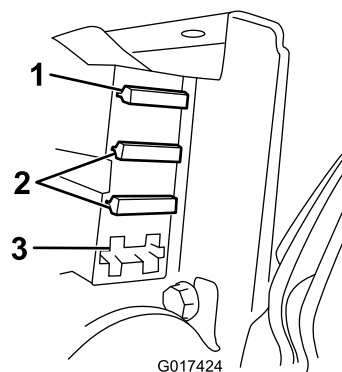

図 37
3. ヒューズボックス内部のヒューズを点検する図 37。
- 飛んでいるヒューズを発見した場合には、所定の電圧および電流値のものに交換する図 37。